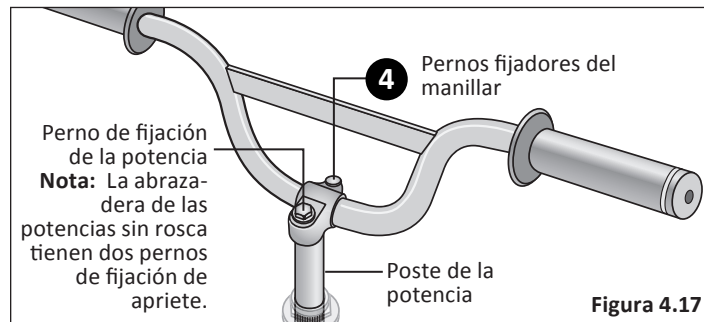

Figura 4.17
- 2 Con una llave Allen de 6 mm, afloje el perno fijador de la potencia, o los pernos fijadores de apriete, y mueva el manillar a izquierda o derecha hasta que quede alineado con la rueda delantera . **Figura 4.17**
- 1 Usando una llave Allen de 6 mm, afloje el perno o pernos de fijación del manillar). **Figura 4.17**